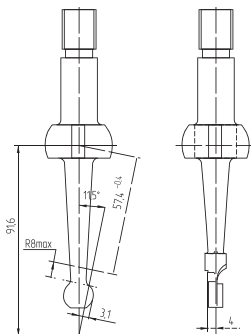

Рис. 11
4. Приобретите механизм переключения РК с каталожным номером 3163-00-1803010-00. При покупке убедитесь, что сам рычаг имеет конфигурацию согласно **Рис. 11**. Если до установки стоял однорычажный механизм старого образца, то возможно заменить рычаг переключения передач РК 3160-1803070 выпуска не ранее сентября 2009 г. со специальной проточкой на нижнем конце рычага.